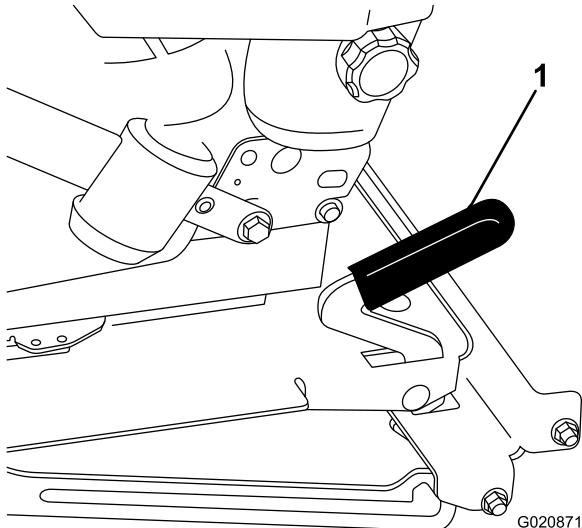

Figure 56
2. Tirez le levier de blocage en avant et soulevez-le pour débloquer le siège (Figure 56).